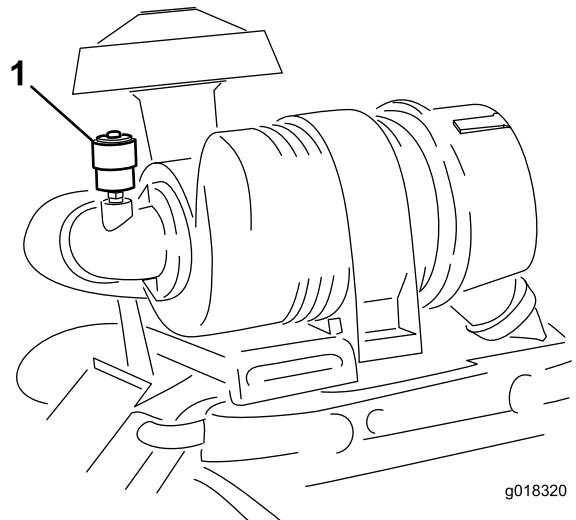

Figure 44
Faites l'entretien du filtre à air uniquement quand l'indicateur de colmatage (Figure 44) indique que cela est nécessaire. Changer le filtre à air prématurément ne fait qu'accroître le risque de contamination du moteur par des impuretés quand le filtre est déposé.
- Réarmez l'indicateur de colmatage (Figure 44) s'il est rouge.